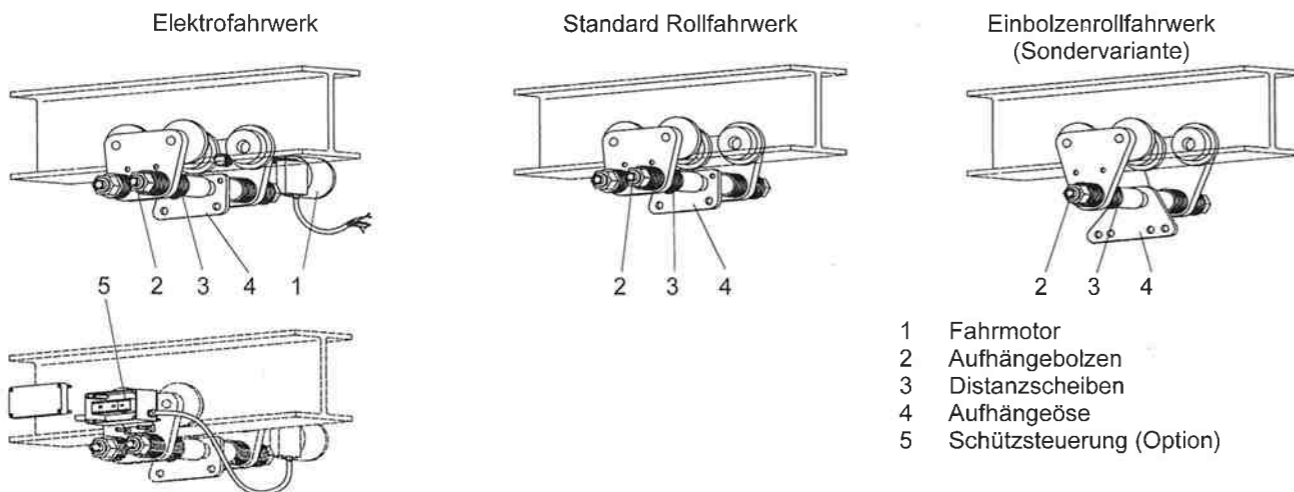

Bild 21: Fahrwerk
- Der Schützsteuerungskasten (siehe Bild 21) ist wie bei der Standardausführung direkt am motorfreien Seitenschild befestigt (2 Stück Sechskantschrauben M8x20).